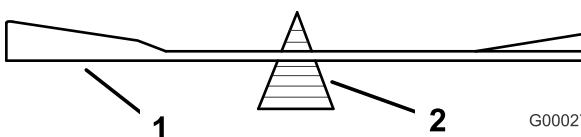
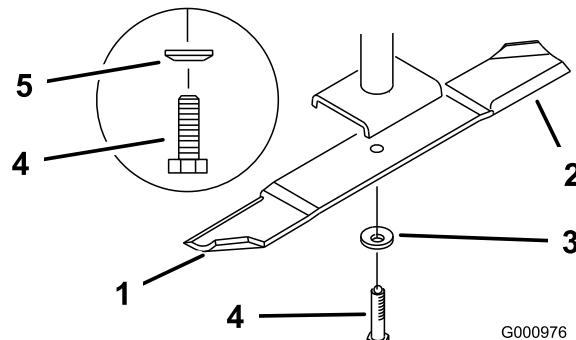

Figura 82
Figura 83
2. Togliete il bullone, il disco elastico e la lama dall'asse del fusello (Figura 83).
2. Controllate l'equilibrio della lama posizionandola su un bilanciatore (Figura 82). Se la lama rimane in posizione orizzontale, è bilanciata e può essere utilizzata. Se la lama non è bilanciata, limitate del metallo soltanto dalla costa (Figura 83). Ripetete la procedura finché la lama non è perfettamente bilanciata.
1. Montate la lama sull'asse del fusello (Figura 83).
2. Montate il disco elastico e il bullone della lama. Il cono del disco elastico deve essere rivolto in verso la testa del bullone (Figura 83). Serrate il bullone della lama a 115–149 Nm.